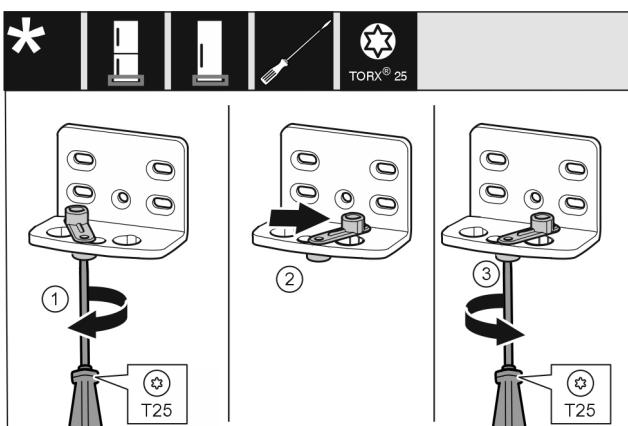

Fig. 11
- Открутите винт отверткой T25. Fig. 11 (1)
- Приподнимите фиксатор двери и поверните в отверстии на 90° направо. Fig. 11 (2)
- Затяните винт отверткой T25. Fig. 11 (3)